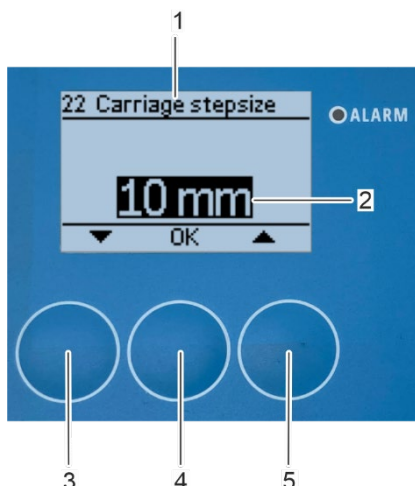

Figura128: Configurar el ancho de paso del carro de limpieza
⇒ Aparecerá en pantalla el submenú «22 Ancho de paso del carro de limpieza» (Figura128/1).
3. Ajuste el ancho de paso del carro de limpieza mediante los botones de flecha [arriba] (Figura128/5) y [abajo] (Figura128/3).
4. Confirme la selección pulsando [Aceptar] (Figura128/4).